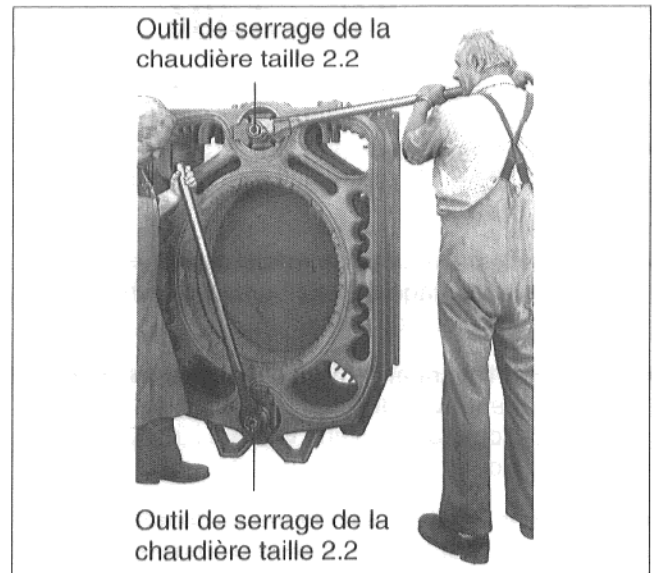

Fig. 16
**Utiliser l'outil de serrage de la chaudière taille 2.2 (Fig. 1, Fig. 16).**
- Enfoncer une barre de montage dans l'alésage supérieur et une dans l'alésage inférieur de la chaudière (Fig. 16).